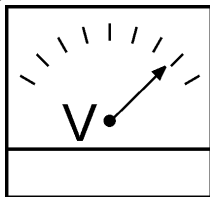

Figure 45. Voltmètre
- Le voltmètre CA de la génératrice (Figure 45) affiche la puissance de la génératrice en **VOLTS**.